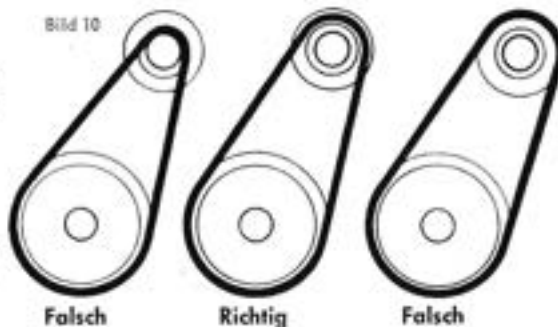

Bild 10
1. Befestigungsmutter (Schlüsselweite 36 mm) an der Riemenscheibe der Lichtmaschine lösen. Beim Lösen und Anziehen dieser Mutter ist ein Schraubenzieher in die Aussparung der inneren Riemenscheibenhälfte zu stecken und an der Halteschraube des Lichtmaschinengehäuses abzustützen (Abb. 10).